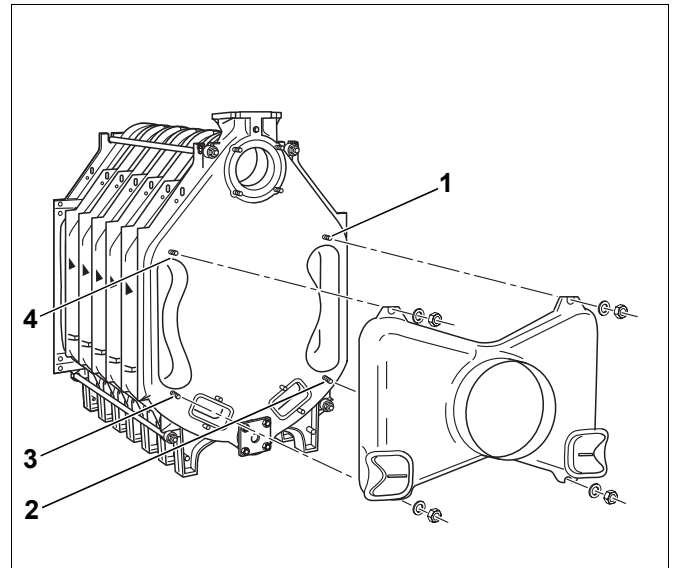

Fig. 29 Montaggio del collettore fumi
- Posizionare il collettore fumi sui quattro prigionieri dell'elemento posteriore (fig. 29, da [1] a [4]) e avvitarlo con rondelle e dadi.